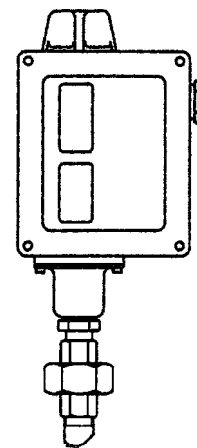

Рис. 4
- отрегулируйте реле давления (Рис.4), как описано в соответствующем параграфе